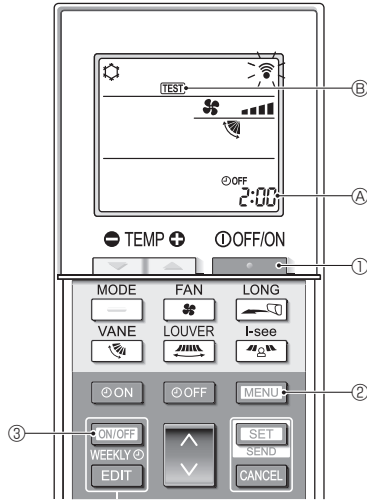

Fig. 7-5
7.2.2. Kablosuz uzaktan kumanda kullanarak (Fig. 7-5)
- Klimayı durdurmak için [ON/OFF WEEKLY] düğmesine ① basın.
- Haftalık zamanlayıcı etkinleştirilmişse (WEEKLY açık), devre dışı bırakmak (WEEKLY kapalı) için [ON/OFF WEEKLY] düğmesine ③ basın.
- 5 saniye boyunca [MENU] düğmesine ② basın.
- [MENU] düğmesine ② basın.